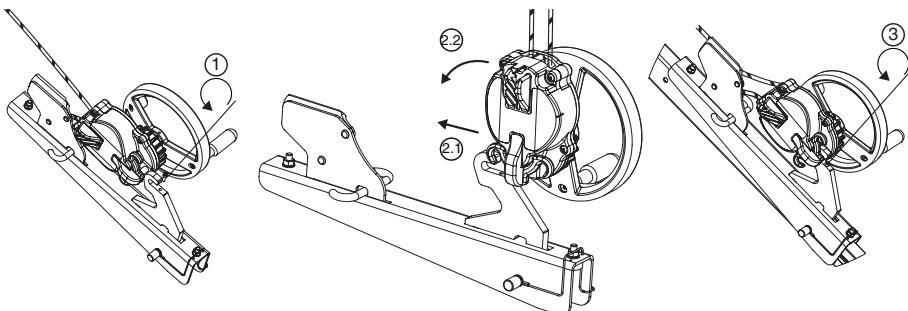

Fig. 8
### 6.3.4. Apparecchio derope™ UP R (Fig. 8, 9 e 10)
L'apparecchio derope™ UP R deve essere fissato sulla gamba del treppiede tracpode di Tractel® come indicato alla Fig. 8. È vietato qualunque altro fissaggio in un punto diverso del treppiede tracpode di Tractel®.
1. Svitare la vite di bloccaggio del gancio di fissaggio della console per apparecchio derope™ UP R (Fig. 8, 1).
2. Posizionare l'apparecchio derope™ UP R sul gancio di fissaggio (Fig. 8, 2.1 – 2.2).
3. Rivarre la vite di bloccaggio in modo da impedire all'apparecchio di staccarsi dalla console (Fig. 8, 3) e verificare che questa sia ben posizionata e fissata.